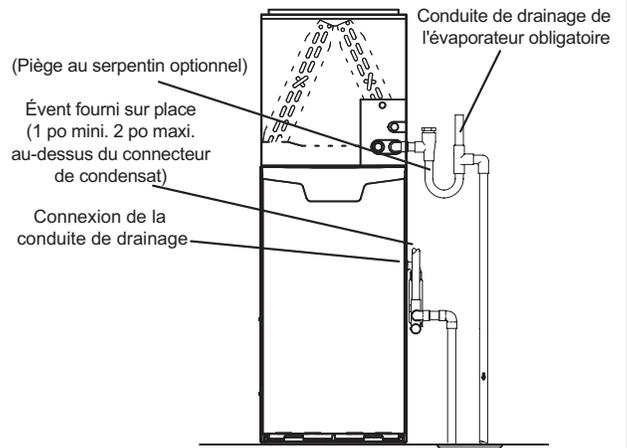
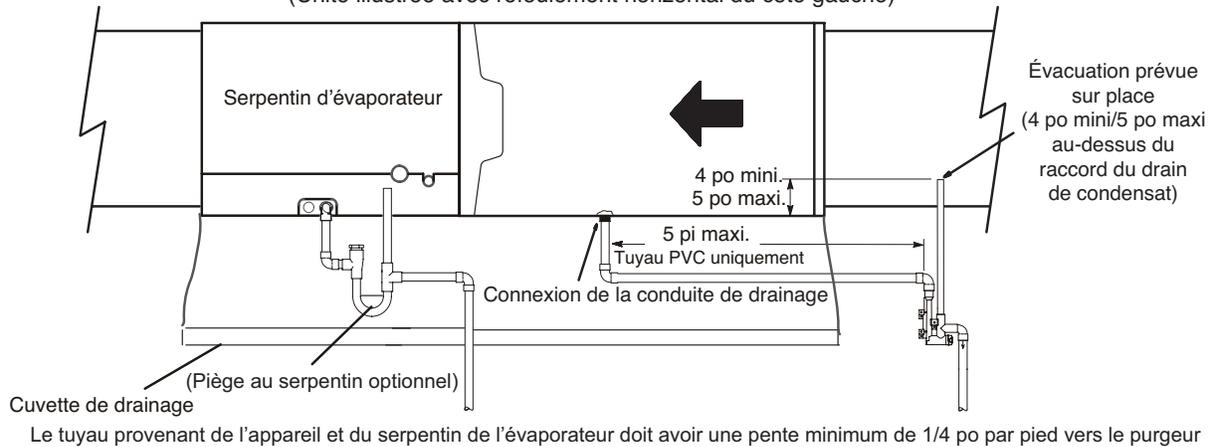
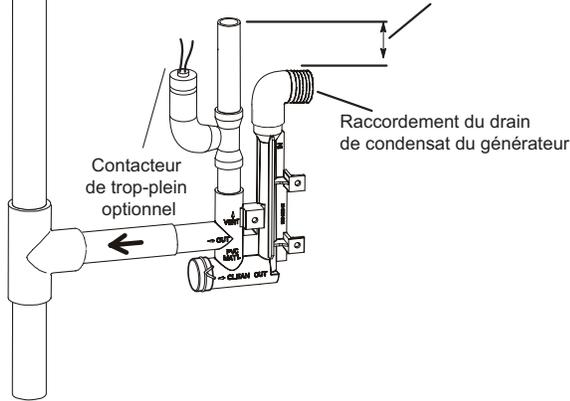

FIGURE 37
FIGURE 38
FIGURE 39
- 5 - La « FIGURE 37 » et la « FIGURE 38 » montrent l'appareil et le serpentin d'évaporateur utilisant un drain séparé. Si nécessaire la conduite de condensat de l'appareil et celle du serpentin d'évaporateur peuvent s'écouler ensemble. Voir la « FIGURE 39 », la « FIGURE 40 » et la « FIGURE 41 ». **Circulation ascendante** (« FIGURE 40 ») - L'évacuation fournie sur place doit avoir une longueur comprise entre 1 po minimum et 2 po maximum au-dessus du raccord de sortie du drain de condensat. Toute longueur supérieure à 2 po peut provoquer la submersion de l'échangeur de chaleur si la conduite de vidange principale combinée était obstruée. **Circulation horizontale** (« FIGURE 41 ») - L'évacuation fournie sur place doit avoir une longueur comprise entre 4 po minimum et 5 po maximum au-dessus du raccord de sortie du drain de condensat. Toute longueur supérieure à 5 po peut provoquer la submersion de l'échangeur de chaleur si la conduite de vidange principale combinée était obstruée.